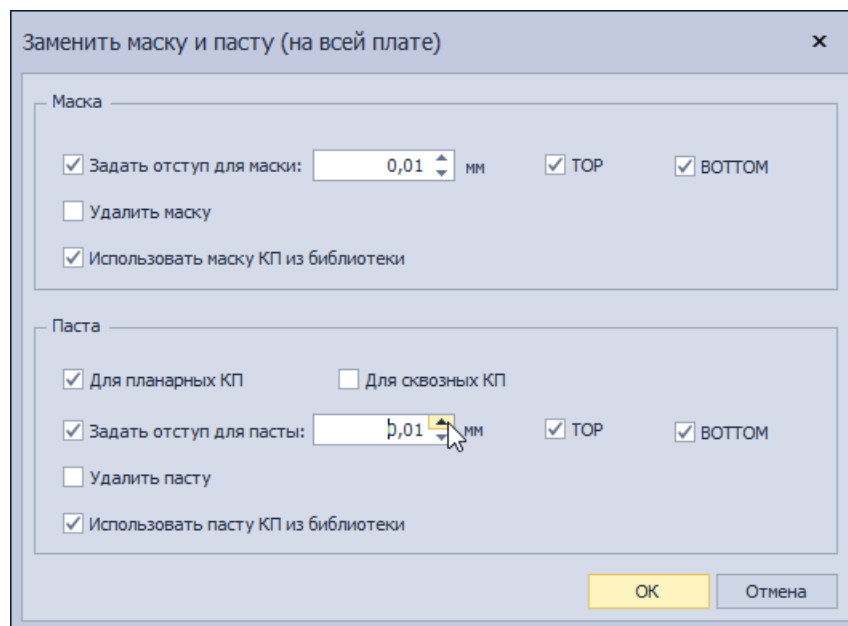

Рис. 489 Установка отступов для пасты и маски
3. Установить параметры отступов маски и пасты от границы контактных площадок в открывшемся окне «Заменить маску и пасту» в поле «Задать отступ для маски/пасты». По умолчанию данное окно открывается в следующем виде, см. Рис. 489. Для маски обычно устанавливается положительный отступ (наружу от контактной площадки), для пасты – отрицательный (внутри контактной площадки). Имеется возможность отдельного назначения отступов для TOP и BOTTOM сторон и использования параметров маски и пасты для контактной площадки из библиотеки путем установки флага в поле «Использовать маску/пасту КП из библиотеки».